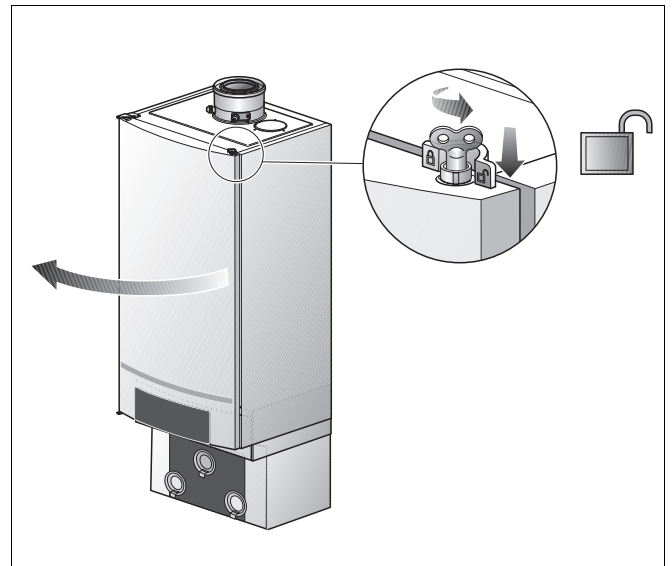

fig. 7 Deur openen
- Open het slot van de deur, door deze met een ontluchtings sleuteltje een kwart omwenteling linksom te draaien (fig. 7, loep).
- Druk het slot naar beneden (fig. 7) en open de deur.